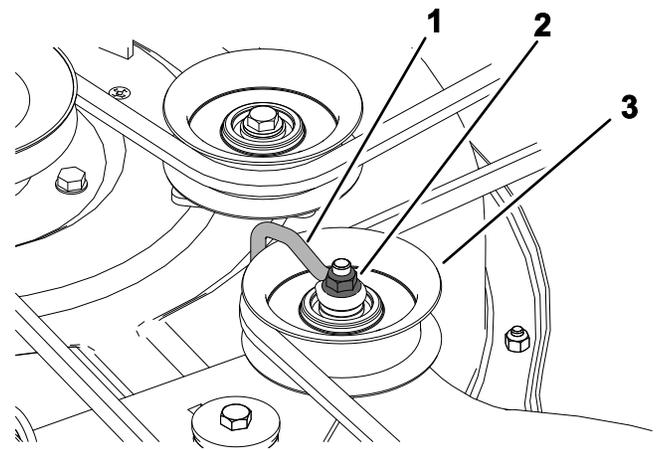

図 56
6. 3枚ブレードのデッキでは、ワイヤフォームをアイドラプーリに固定しているナットをゆるめる 図 56。
注 ワイヤフォームをアイドラアームに対して 図 56のようにセットする。